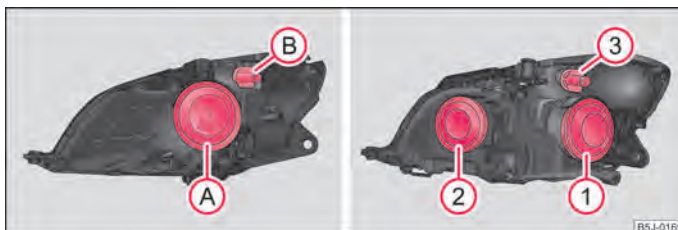

Fig. 157 Poziția de montare a becurilor: Faruri cu halogen/Proiectoare cu halogen
- Scoateți capacul de protecție ① ⇒ fig. 157.
- Scoateți capacul de protecție ② ⇒ fig. 157.
- Rotiți soclul ② ⇒ fig. 157, respectiv soclul ③ spre stânga și extrageți-le împreună cu becul cu incandescență pentru lumina de semnalizare.
- Scoateți capacul de protecție (A), respectiv (Z) ⇒ fig. 157.